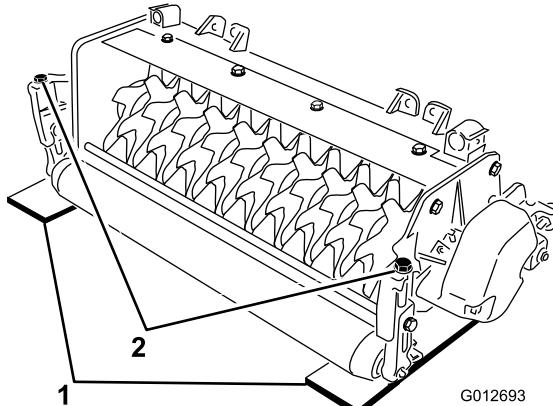

Figure 4
2. Placez 2 jauge de profondeur, qui ont la profondeur de pénétration des lames voulues, en dessous du sol, sous les rouleaux avant et arrière du cylindre de verticutting (une à chaque extrémité du cylindre) (Figure 4).
3. Tournez le boulon de réglage sur chaque support de hauteur de coupe (Figure 4) afin que les lames du cylindre rencontrent la surface plane à chaque extrémité.